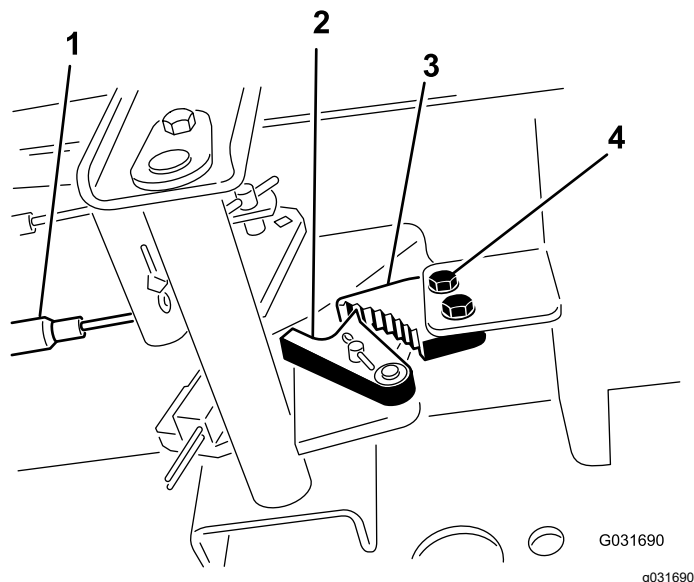

図 90
1. 駐車ブレーキのツメをフレームに固定しているねじ2本をゆるめる 図 90。
2. ブレーキのツメが戻り止めに完全に掛かるまで駐車ブレーキペダルを前に踏み込む 図 90。